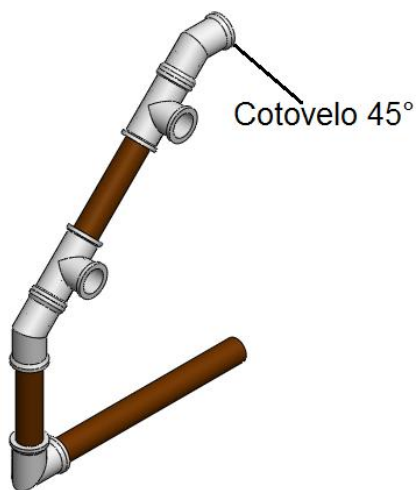

Figura 11. Passo 8 - Esquema de Montagem
-Passo 8: Junte um cotovelo 45° ao conjunto formado no passo anterior, conforme figura 11 (2 unidades);